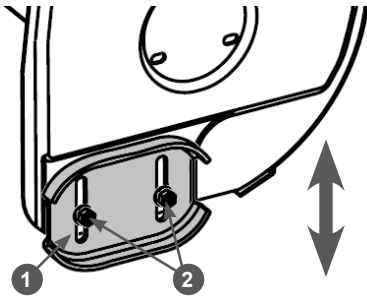

Рис. 21 Регулировка высоты забора снега
2. Открутите гайки 2 крепления ползков 1 на 1-2 оборота и установите ползков на необходимую высоту (Рис. 21). Снова затяните гайки.